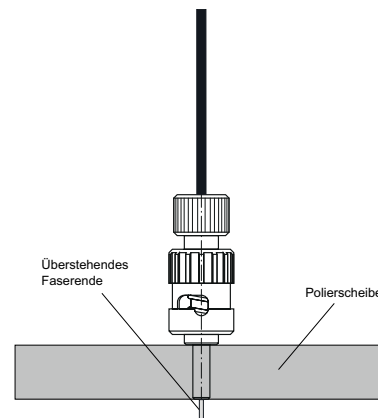

Bild 5 Polierscheibe mit Führung des Steckverbinders
- Den F-ST Steckverbinder in die Polierscheibe (s. Bild 5) stecken und das überstehende Faserende mittels Polierbogen auf einer glatten Unterlage (z.B. Glasscheibe) abschleifen bis das Faserende plan zur Polierscheibe ist.